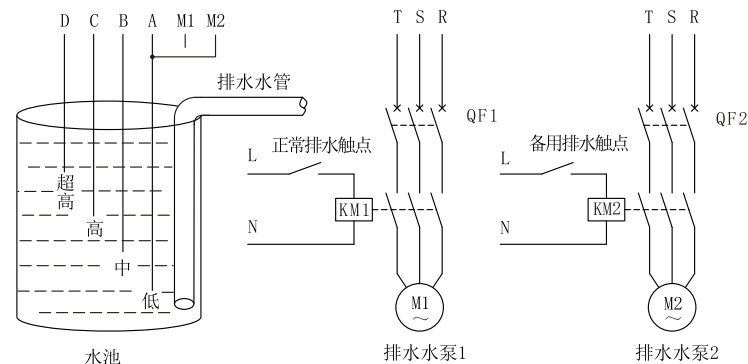

图2
- 2、如图2所示，模式选择端M1悬空，M2接A。工作方式：当水池水位在“中”以下时，正常排水触点和备用排水触点均无输出，当水位上升至“高”点时，其正常排水触点吸合（启动水泵1）。当水位进一步上升到“超高”时，备用排水触点吸合（启动水泵2）；水位下降至“高”以下，备用排水触点释放（停止水泵2），进一步下降至“中”以下，正常排水触点释放（停止水泵1）。以此循环工作…
③